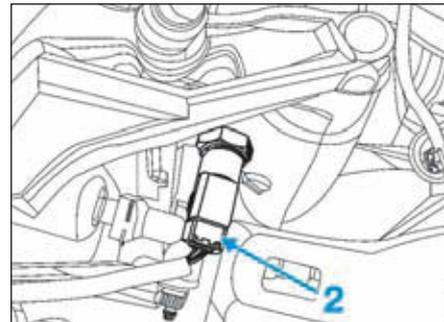

FIG.5
- Débrancher le connecteur du contacteur de marche arrière (2) (Fig.5).